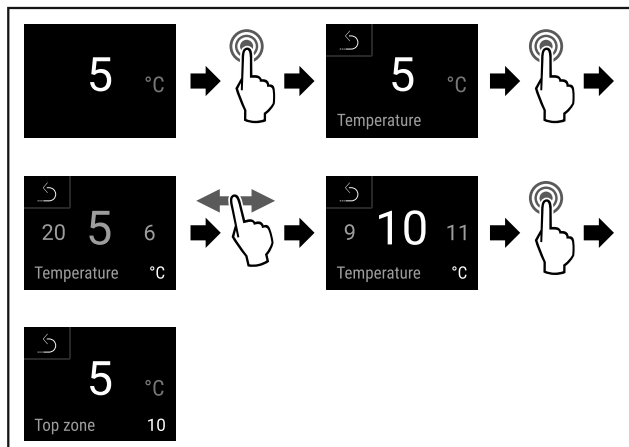

Fig. 67
- Proved'te akční kroky (viz Fig. 67).